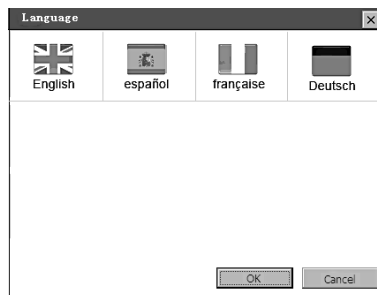

Рисунок 3.3
- 2) Используйте кнопки прокрутки **ВНИЗ/ВВЕРХ** для выбора нужного языка и нажмите **ОК** для сохранения выбора и возврата на предыдущий экран. (Рисунок 3.3)